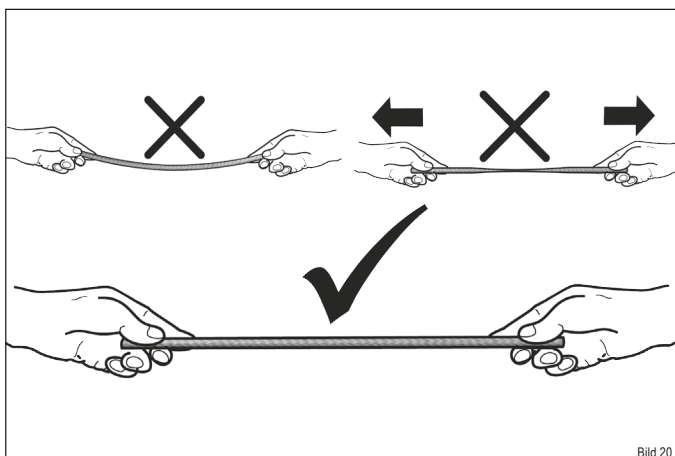

Bild 20
- ▶ Achten Sie beim Verlegen der Dichtung darauf, dass diese nicht durchhängt und leicht gestaut wird (Bild 20).